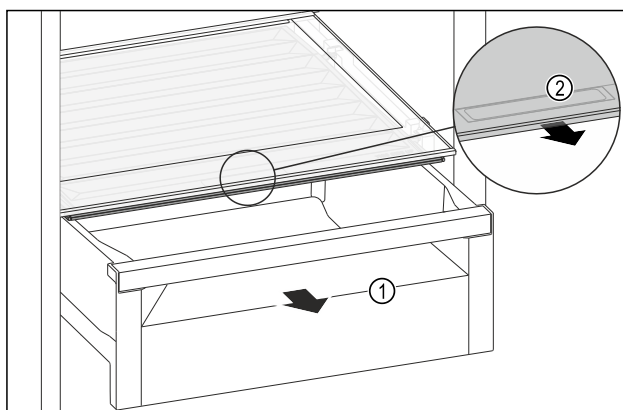

Fig. 121
- ▶ Wyciągnąć szufladę Fig. 121 (1).
- ▶ Chwycić uchwyt wpuszczany Fig. 121 (2) na pokrywie komory i pociągnąć pokrywę jednocześnie do przodu.